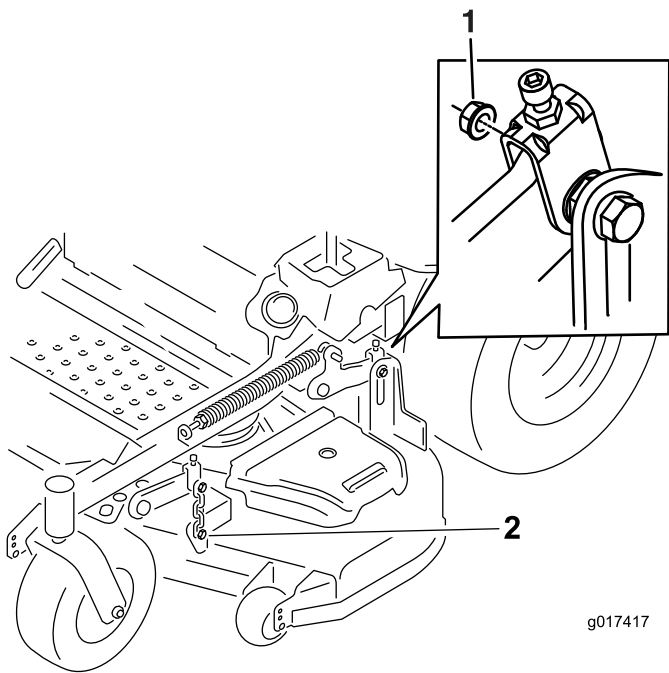

図 88
- 機体の左右の前後にあるデッキ昇降アタッチメントのショルダボルトとナットを外す。外したボルト・ナットは保管する 図 88。